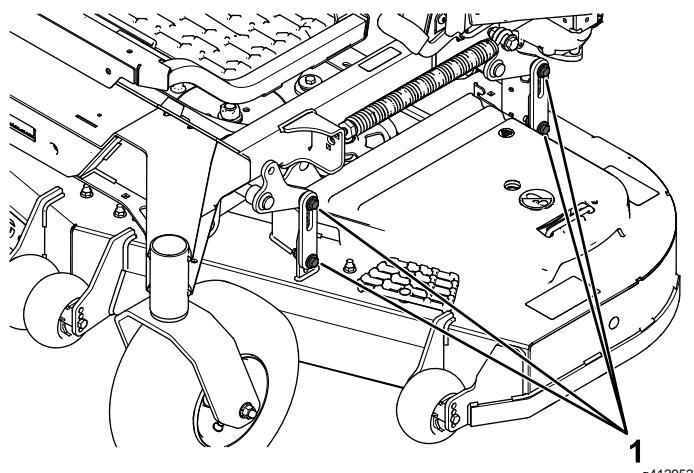

Figura 98
16. Afloje las contratuerca (Figura 98) en las 4 esquinas y asegúrese de que la carcasa de corte queda bien asentada sobre los 4 bloques.